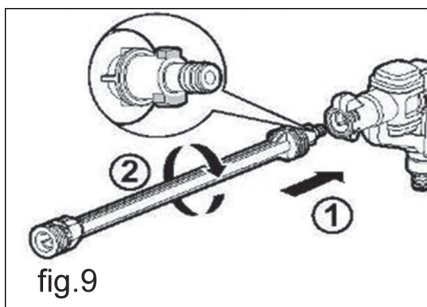

fig.9
4. S'il est plus pratique de vous placer plus loin de la buse de pulvérisation ou vous avez besoin d'une portée plus longue, insérez la rallonge plus longue (fig.9, 1) dans le l'unité de lavage sous pression et tournez-la dans le sens des aiguilles d'une montre jusqu'à ce qu'elle soit bien en place (fig.9, 2).